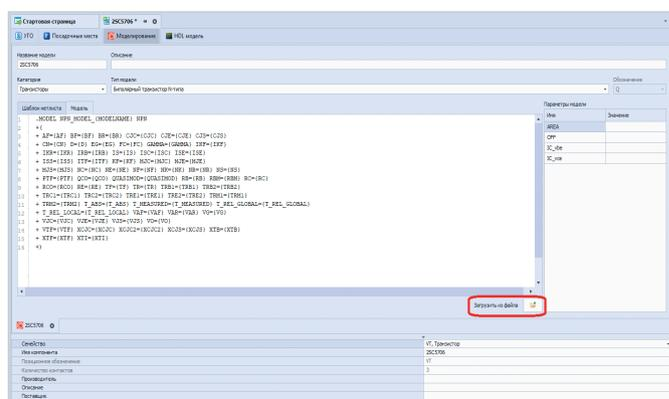

Рис. 16. Создание SPICE-модели транзистора по умолчанию
2. Во вкладке компонента **Моделирование** выбираем **Добавить SPICE-модель в компонент**, в поле **Категория** выбираем **Транзисторы**, в поле **Тип модели** – **Биполярный транзистор N-типа**. По умолчанию создается SPICE-модель «примитивного» транзистора (рис. 16).